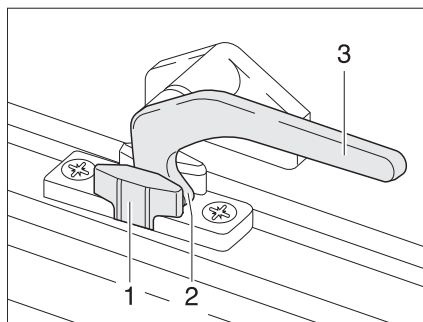

Fig. 54 Levier de verrouillage en position "Aération permanente"
- En position "Aération permanente" (Fig. 54)
- Tourner le levier de verrouillage (Fig. 54,3) d'un quart de tour vers le centre de la fenêtre.
- Tourner le levier de verrouillage d'un quart de tour vers le cadre de la fenêtre. Le tenon de verrouillage (Fig. 54,2) doit pénétrer alors dans le logement prévu à cet effet dans le verrouillage de fenêtre (Fig. 54,1).